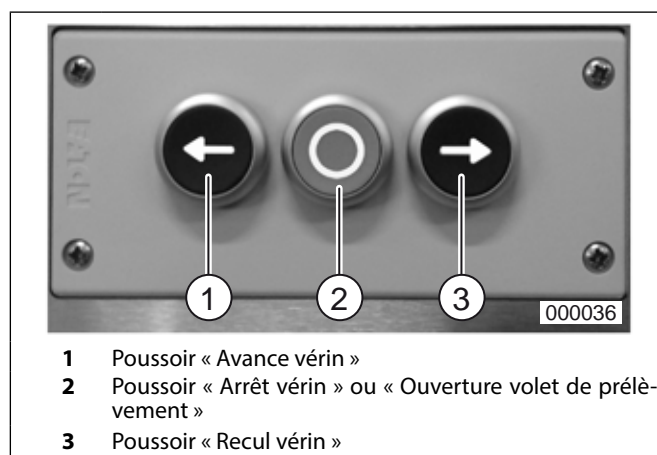

fig. 12 Elements de commande presse
Le volet de prélèvement ne peut être ouvert que si ce poussoir (fig. 12/2) a préalablement été enfoncé.
Les matériaux incompatibles avec le destructeur de documents peuvent également être chargés manuellement dans le compacteur. Amenez le vérin de compression en arrière dans sa position initiale (fermer le volet d'introduction et appuyer sur le poussoir « Recul vérin » (fig. 12/3)) et procédez alors comme suit :
3. Fermer le volet d'introduction et appuyer sur le poussoir « Avance vérin » (fig. 12/1).
5. Détacher les extrémités de la bande (fig. 20/3) coincées sur du châssis du compacteur, les nouer avec la bande étirée (fig. 16) puis couper la bande derrière le nœud avec une paire de ciseaux (fig. 12).